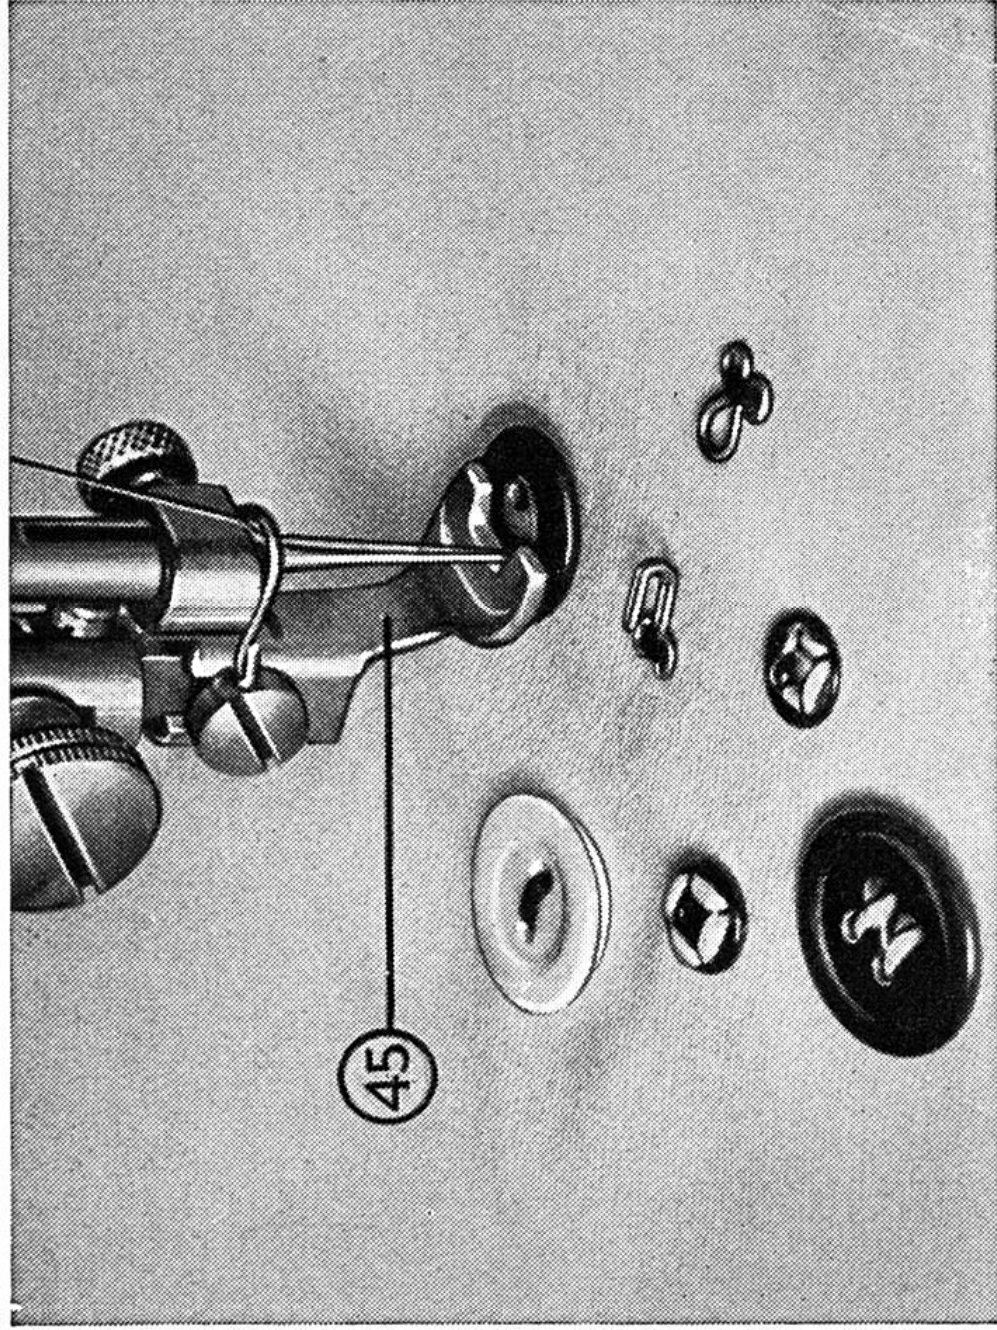

Fig. 37
3. Knopfannähfuß (2 schwarze Striche) einsetzen und den Knopf unter das Füßchen legen, laut Fig. 37.